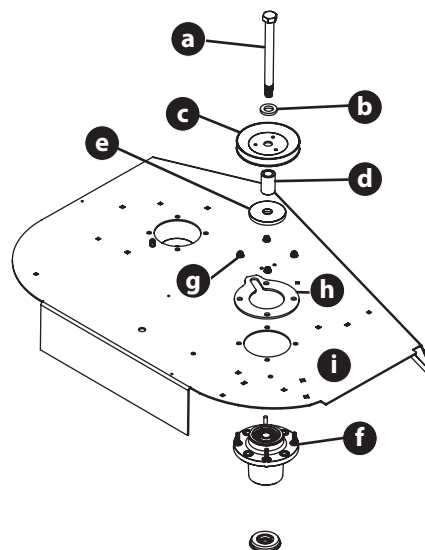

Fig. 49
- Retirez le boulon hexagonal (a), la rondelle (b), la poulie (c), l'entretoise (d) et la rondelle de garde-boue (e) de l'ensemble de l'axe (f) (Fig. 49).
- Retirez les quatre contre-écrous à collerette (g) et la plaque de support (h) qui fixent les ensembles de broches (f) au plateau de coupe (i) (Fig. 49).
7. Inversez les ÉTAPES 4 et 5 pour installer l'ensemble de broche. Lors de l'installation du nouvel ensemble de broche, veillez à installer les pièces de fixation exactement comme indiqué dans Fig. 49 à la page 103. Serrez les écrous de blocage de la bride à 21 à 32 pi-lb (28 à 43 N-m).